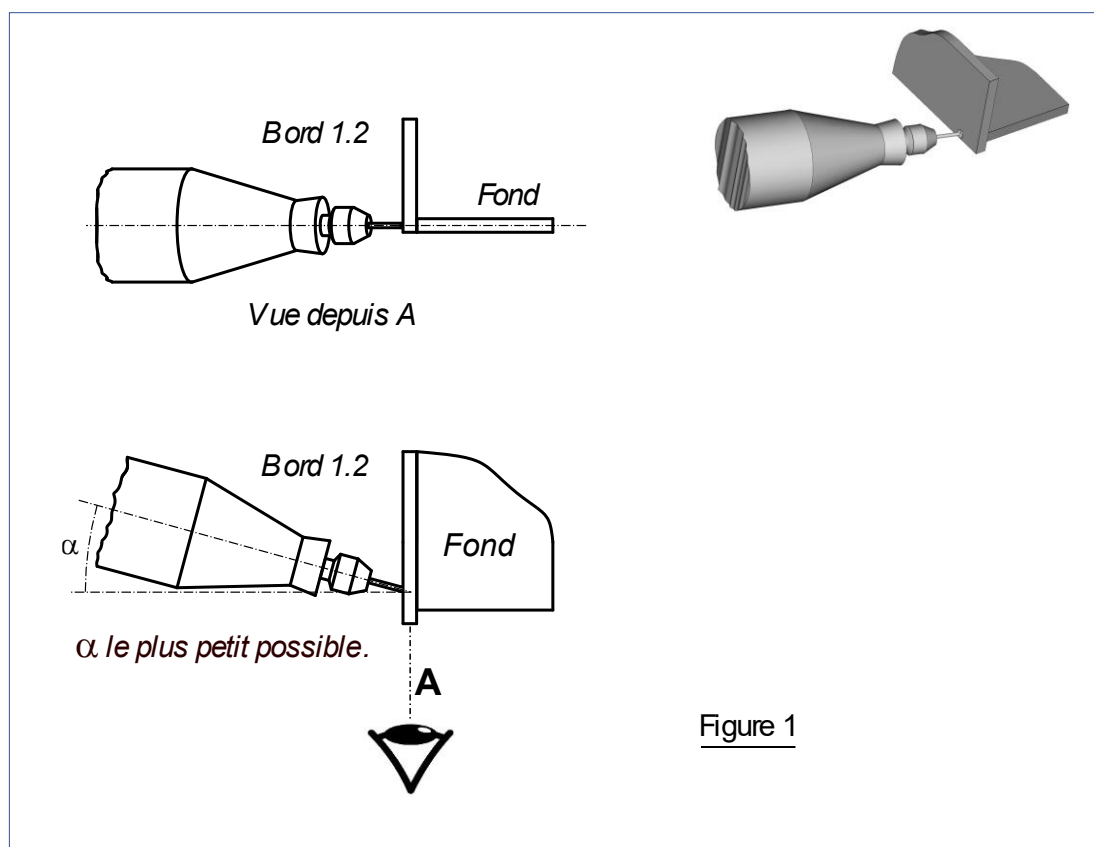

Figure 1
La difficulté apparaît lorsque l'on souhaite visser/percer dans l'épaisseur d'une pièce mince, par exemple pour la fixation, par une vis, du bord (1.2) sur le fond (4). Ce risque nécessite de faire un avant trou pour éviter l'éclatement de la paroi (4). Pour ce faire, il faut aligner avec soin la perceuse munie de son foret avec le plan du fond. *Figure 1.*
*Figure 1 : Dans la mesure où il est difficile de contrôler, seul, les deux directions perpendiculaires, il faut donner la priorité au contrôle dans la direction qui permet de vérifier que l'on percera correctement dans la paroi mince (Vue depuis A). Pour l'autre direction faites au mieux pour avoir l'angle α le plus petit possible...